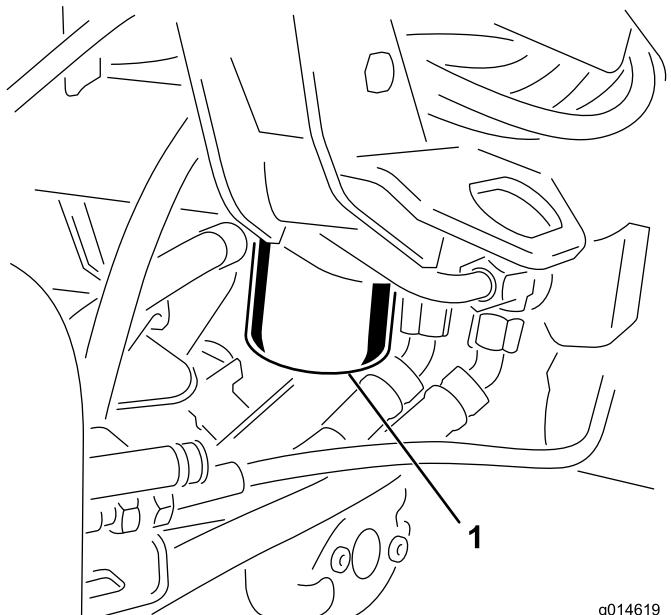

図 39
1. フィルタ容器の周辺をウェスできれいにぬぐう図 39。フィルタの下に廃油受けを置いてフィルタを外す。